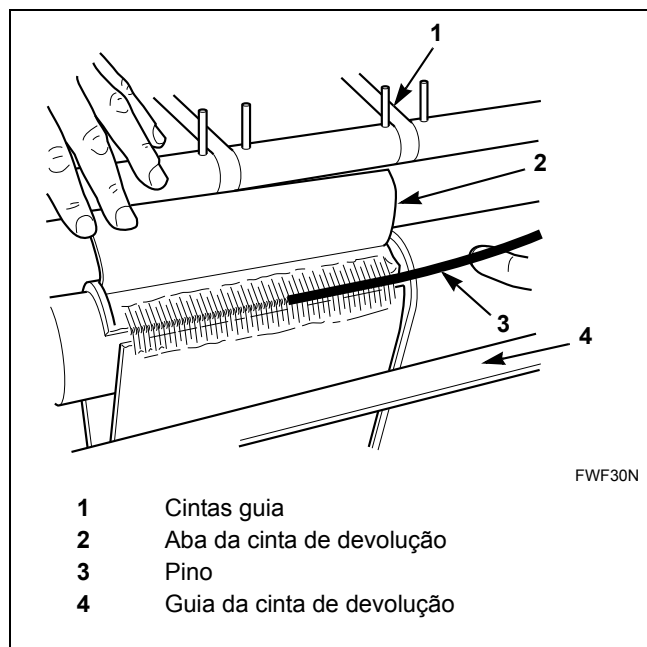

Figura 31
7. Remova o pino dos dentes da cinta de devolução. Consulte a *Figura 31*.